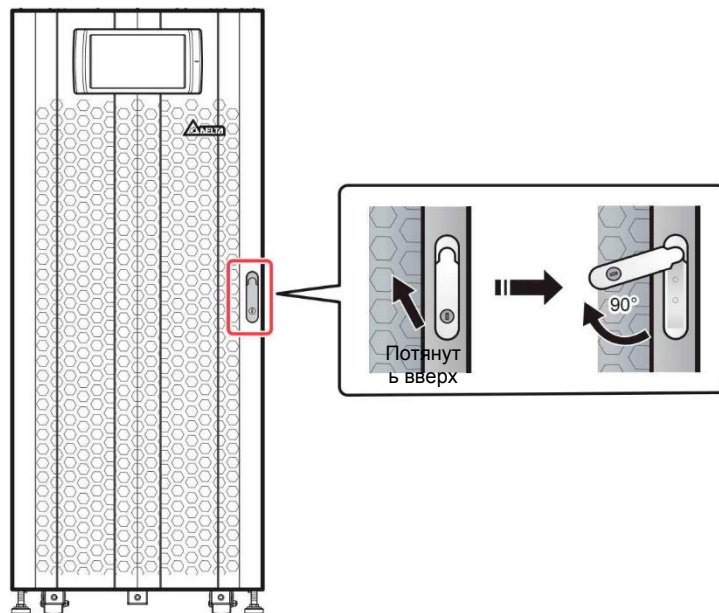

Рисунок 2-3: Как открыть переднюю дверцу ИБП
4. См. **Рисунок 2-3**, как открывать переднюю дверцу ИБП.